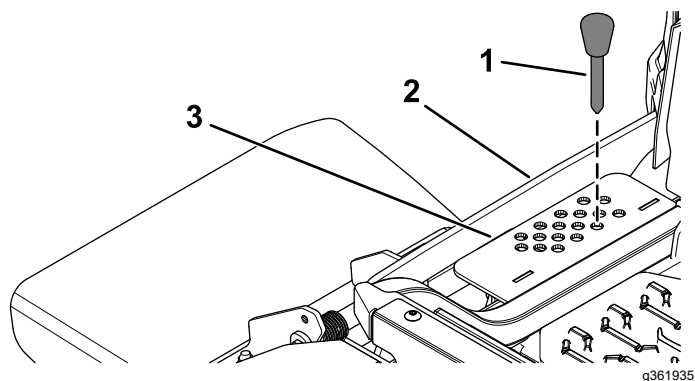

Figura 32
2. Nella staffa dell'altezza di taglio scegliete un foro corrispondente all'altezza richiesta, ed inserite la spina (Figura 32).
3. Premete in giù l'interruttore di sollevamento del piatto sinché il tirante dell'altezza di taglio non entra in contatto leggermente con il perno dell'altezza di taglio (Figura 32).